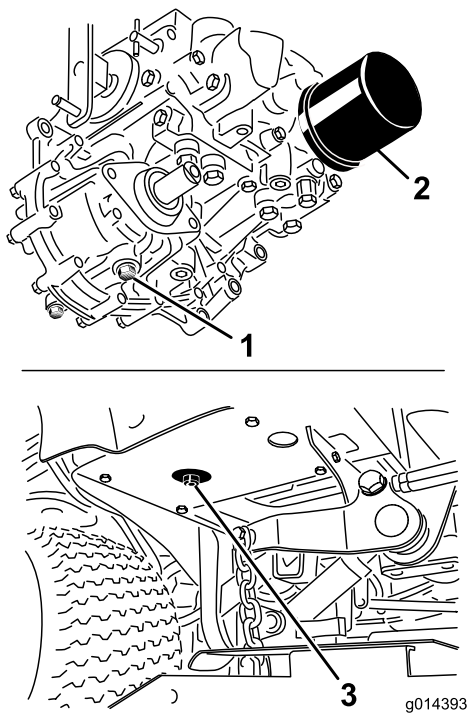

Рисунок 43
3. Поместите под гидравлический бак и корпус трансмиссии большой поддон и удалите пробки; слейте всю гидравлическую жидкость (Рисунок 43).
4. Очистите область вокруг фильтра гидравлического масла и снимите фильтр (Рисунок 43).